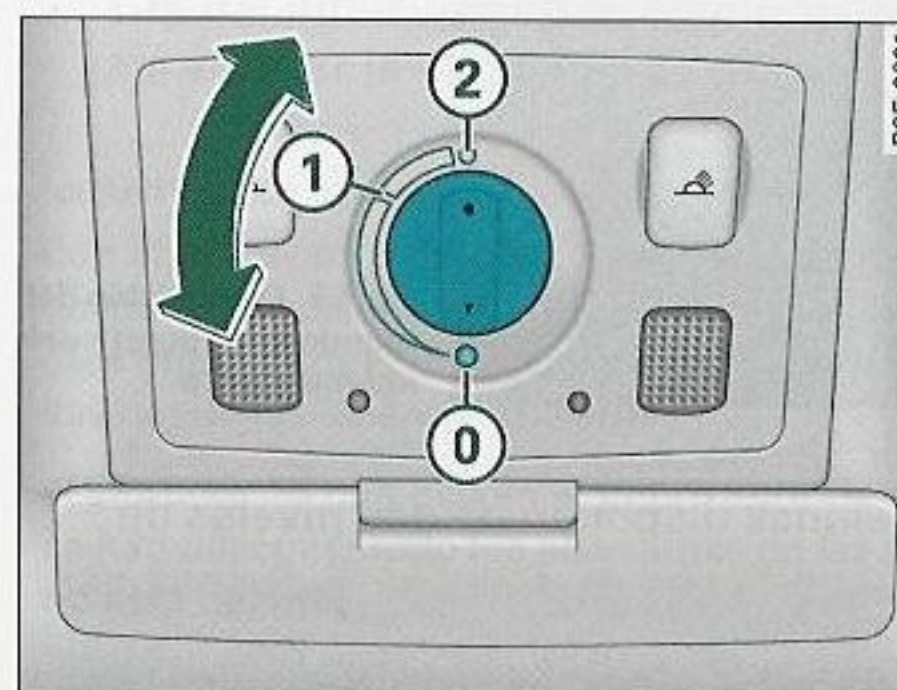

Fig. 56 Detalle del revestimiento del techo: Mando giratorio para el techo corredizo/deflector
El techo corredizo / deflector se maneja con el mando giratorio ⇒ *página 74*, fig. 56. El mando giratorio se puede ajustar a diferentes niveles de encastre para levantar o correr el techo y sólo funciona con el encendido conectado. La posición de techo deflector sólo se puede ajustar en la posición del mando giratorio ①.
- Gire el mando a la posición ① ⇒ *página 74*, fig. 56 hasta notar un punto que ofrece una mayor resistencia.
- Gire el mando a la posición ① ⇒ *página 74*, fig. 56 para cerrar el techo ⇒ ⚠.
tirando permanentemente del mando. Para ello, el mando deberá encontrarse en la posición ① ⇒ página 74, fig. 56 ⇒ ⚠.